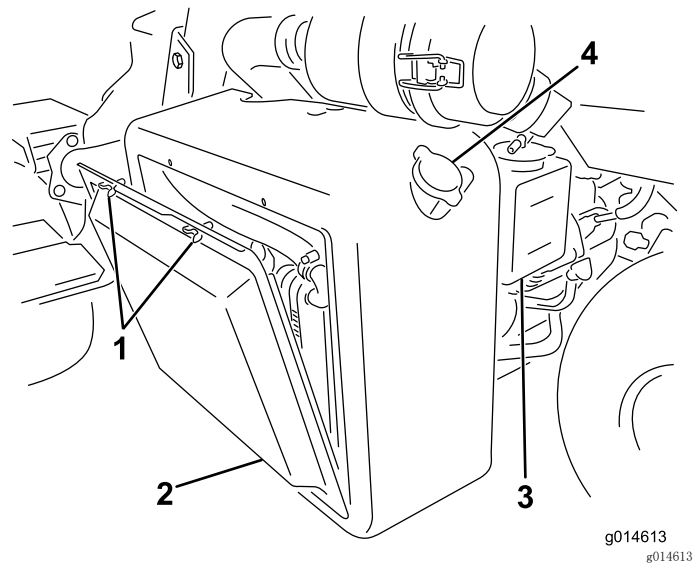
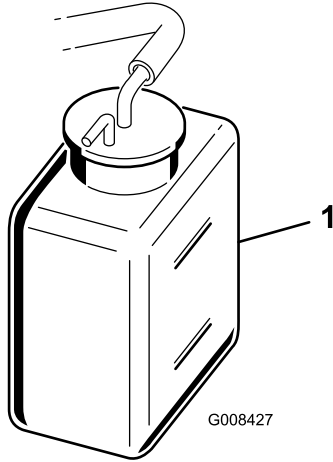

图35
图36
1. 拆下散热器吸风滤网（图35）。
2. 检查冷却液液位（图35 和图36）。